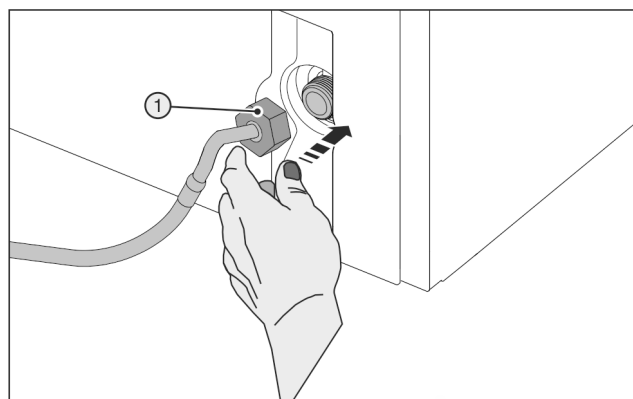

Fig. 29
- Pange mutter Fig. 29 (1) ettevaatlikult kohale ja keerake sirgelt keermele.
- Pange mutter Fig. 29 (1) ettevaatlikult kohale ja keerake kahe sõrmega sirgelt keermele, kuni on saavutatud kindel, tugev kinnitus.
- Kasutage abitööriista (5) eranditult ruumitemperatuuril.
- Pingutage mutrit Fig. 29 (1) abitööriistaga (5) päripäeva kinni, kuni on saavutatud maksimaalne pöördemoment ja abitööriist (5) pöörleb läbi.